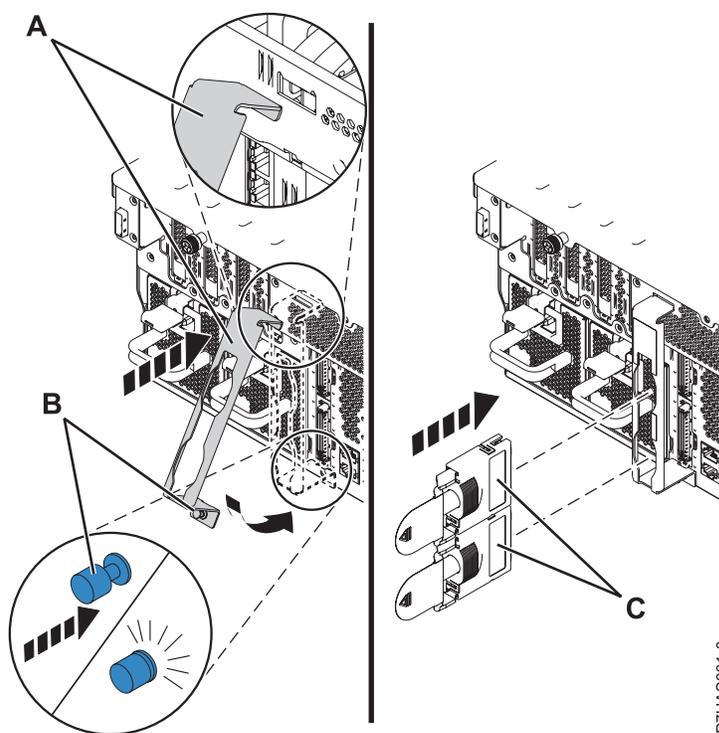

Figure 5. Installation du support de câbles
15. Si le support de câble (A) est fourni, effectuez les opérations suivantes :
- a. Installez le support de câble (A). Afin de bloquer la patte supérieure du support dans l'emplacement du bloc, inclinez légèrement le support de câble (voir la figure 5).
- b. Approchez le support de câble du châssis et poussez le dispositif de fixation (B) dans le châssis pour sécuriser le support.